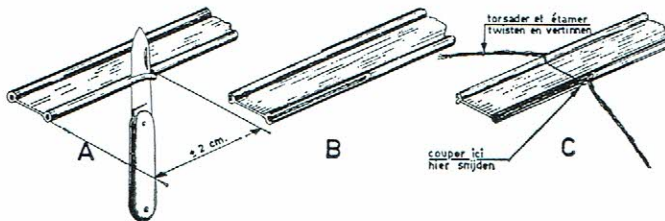

fig. 8
1. A l'aide d'un couteau, enlevez latéralement l'isolant de chaque conducteur sur une longueur de 1 à 2 cm. (fig. 8 A)
2. Dégagez les conducteurs en les repliant à 90° et coupez l'isolant central (fig. 8 B)
3. Torsadez les fils conducteurs et étamez-les (fig. 8 C)